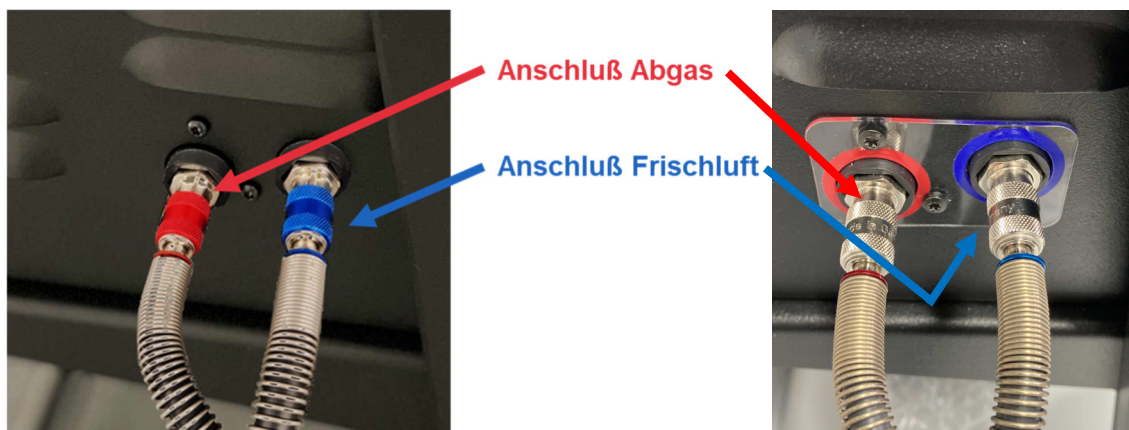

Bild 10: Messsonde anschließen
2. Um die Messsonde am HG4-PCK anzuschließen, die Schlauchanschlüsse mit Schnellkupplung auf die Anschlussstutzen schieben, bis sie hörbar einrasten und festsitzen. Die Anschlüsse sind farblich gekennzeichnet (Beispiel siehe Bild 10). Um die Messsonde wieder zu trennen, die Entriegelungshülse zurückschieben, bis sich die Schlauchanschlüsse wieder lösen und die Schläuche entfernt werden können.